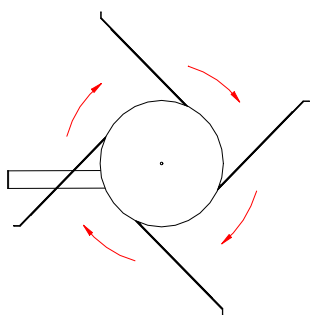
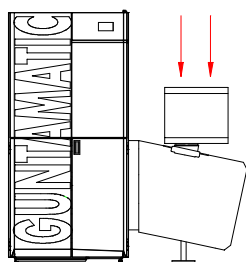
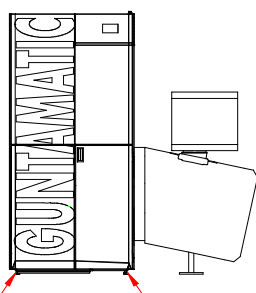
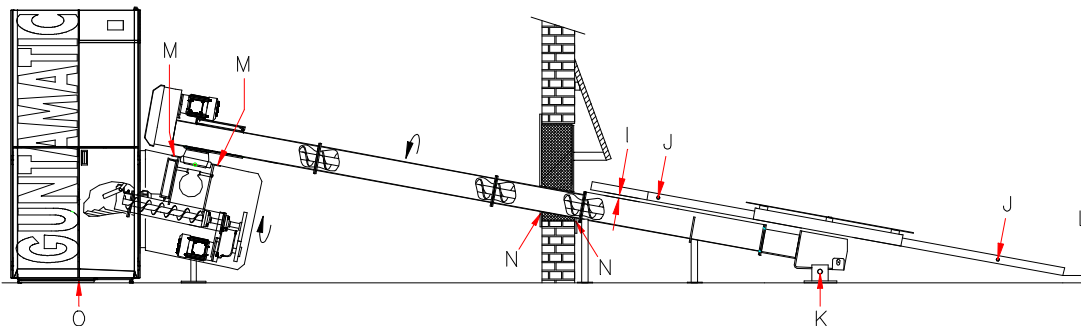

Fig. 5
Fig. 6
Fig. 8
Fig. 9
8. L'agitatore ruota in senso orario, vedi fig. 5. Montare i bracci ammortizzatori sull'agitatore in modo che siano montati rispettivamente di fronte ai più lunghi. I bracci ammortizzatori devono passare 15-20 mm sopra le coclee di prelievo, vedi (I) fig. 9. Non serrare a fondo le viti (J) fig. 9 sui bracci ammortizzatori. I piedi (K) fig. 9 devono essere regolati sull'agitatore in modo tale che il braccio ammortizzatore più lungo scorra per circa 3-4 cm, vedi (L) fig. 9.
9. Serrare l'unità di azionamento ermeticamente con viti M10 x 100/140 mm, si veda (M) fig.9, sull'unità dell'alimentatore meccanico. Montare l'unità di azionamento sempre dritta. Vedere fig. 6.
12. Rivestire l'apertura nella parete, vedere (N) fig. 9, intorno alla coclea di distribuzione con lana minerale e ricoprire l'apertura con le placche di copertura fornite in dotazione da entrambi i lati. Effettuare le perforazioni delle piastre di copertura in modo corrispondente.
13. Avvitare saldamente l'angolo di montaggio della lamiera a pavimento angolo con viti M8 x 16 sulla caldaia, vedi fig.8, e inserire la lamiera a pavimento con l'isolamento sotto, vedi (O) fig.9.